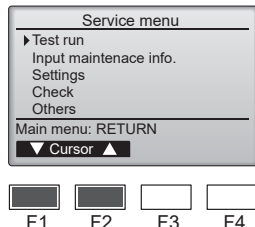

Fig. 7-3
(3) Seleccione "Test run" (Modo prueba) con el botón [F1] o [F2], y pulse el botón [SELECT/HOLD]. (Fig. 7-3)